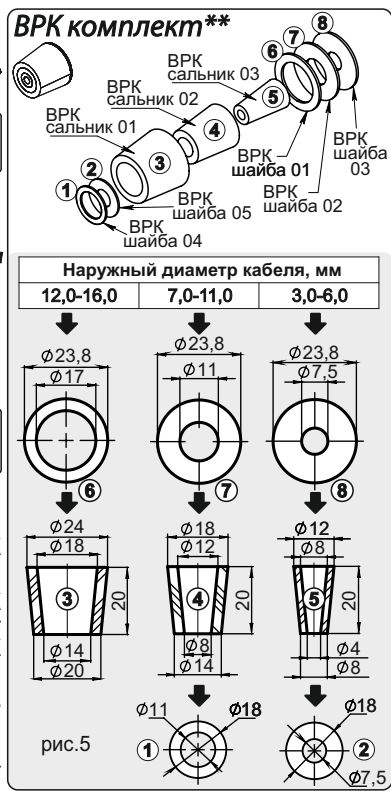

рис.5
**4. Отверните и снимите** ВРК ввод. Извлеките ВРК комплект (перечень изделий в составе ВРК комплекта см. рис.5).
установите соответствующие изделия (шайбы, сальники) и в той последовательности, как они указаны (см.рис.5). Затяните до упора ВРК ввод.